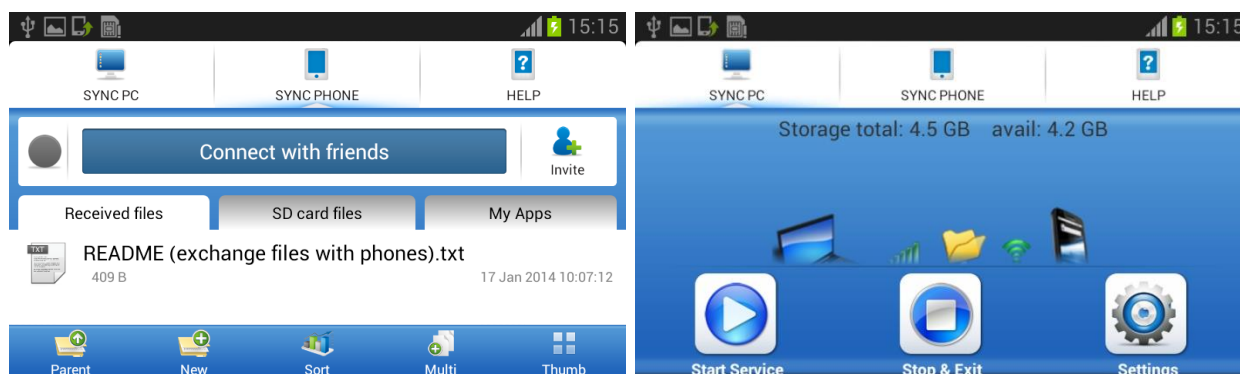

Рис. 63. Подключение к ПК.
1.11.7.11.16.8.6.1 В меню «УСТАНОВКИ» нажмите «WiFi». Нажмите кнопку «SYNC PC» и затем нажмите кнопку «Start Service» (см. Рис. 63).